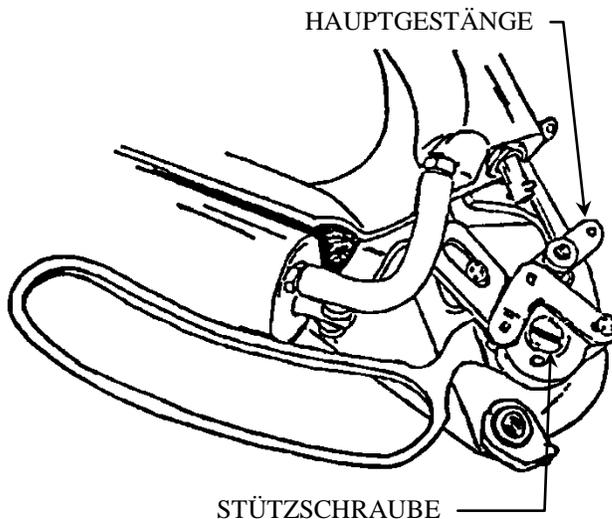

ABB. 26B
- Die Fettube, sobald sie einmal eingesetzt wurde, erst aus der Fettpresse nehmen, wenn sie vollständig geleert ist, wie in Abb. 26B abgebildet.